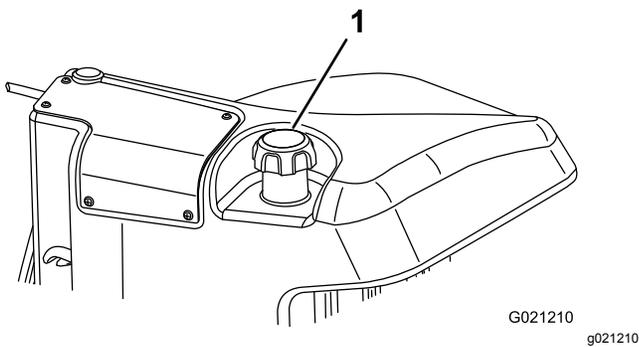

Bild 31
- Nehmen Sie den Deckel vom Kraftstofftank ab (Bild 31).